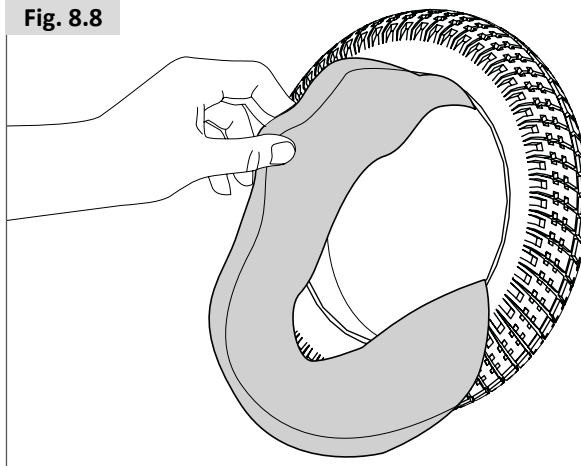

Fig. 8.9
- Sørg for, at alle dele er rene, inden de samles igen (Fig. 8.9).